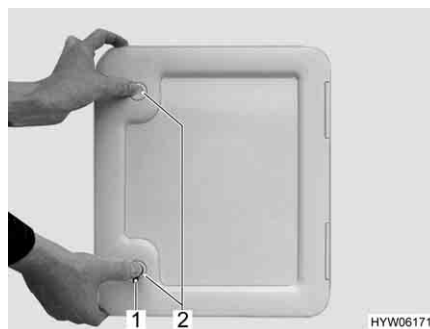

Bild 39 Klappe für Thetford-Kassette
- Schlüssel in Schließzylinder des Druckschlusses (Bild 39,1) stecken und eine viertel Umdrehung drehen.
- Beide Druckschlösser (Bild 39,2) gleichzeitig mit dem Daumen drücken und Klappe für Thetford-Kassette öffnen.
- Schlüssel in Schließzylinder (Bild 39,1) stecken und eine viertel Umdrehung drehen.